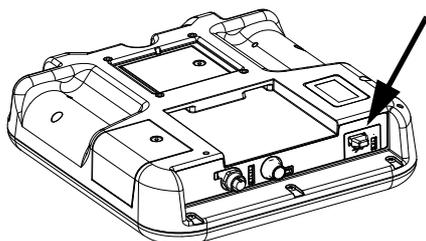

Рис. 55. Порт USB на ADM.
1. Вставьте флэш-диск USB в порт USB. См. Рис. 55.